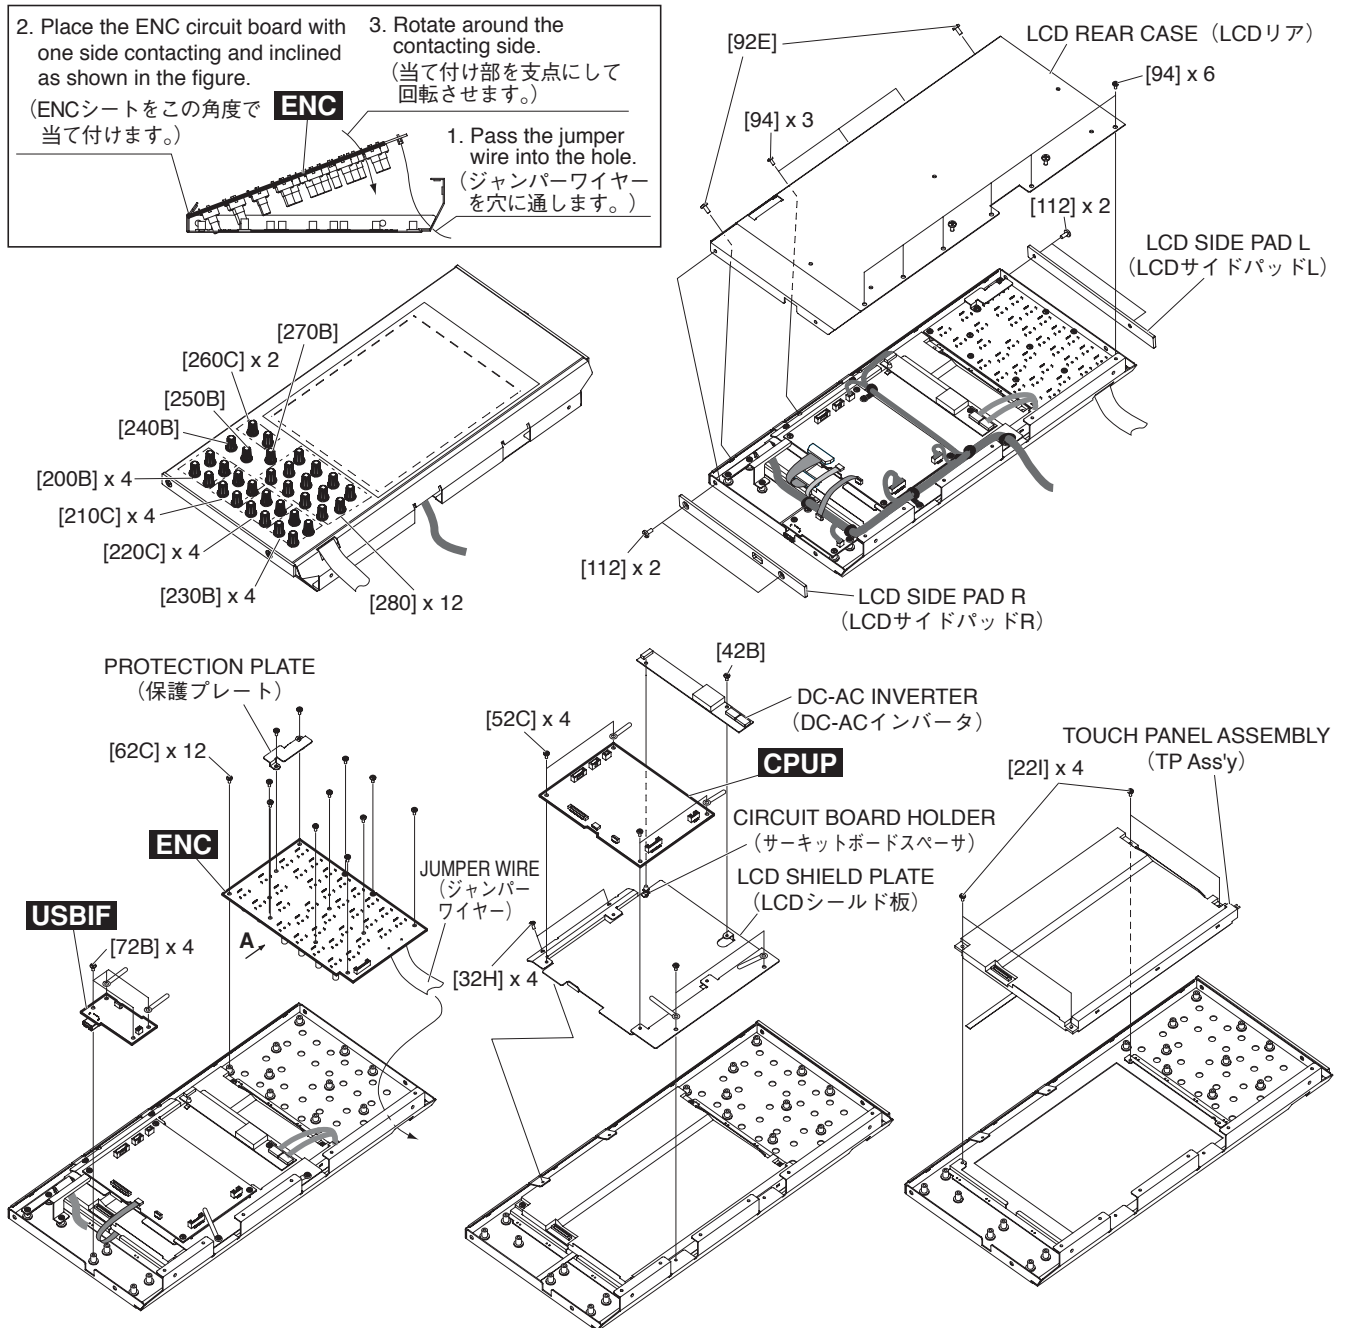

Fig. 15 (図 15)
- G-1-3 Remove the four (4) screws marked [112]. The LCD side pads L and R can then be removed. (Fig.15)
- G-1-4 Remove the two (2) screws marked [92E] and nine (9) screws marked [94]. The LCD rear case can then be removed. (Fig.15)
- G-1-3 [112] のネジ 4 本を外して、LCD サイドパッド L、R を外します。(図 15)
- G-1-4 [92E] のネジ 2 本と [94] のネジ 9 本を外して、LCD リアを外します。(図 15)
- G-2-4 Remove the four (4) screws marked [52C]. The CPUP circuit board can then be removed. (Fig.15)
- G-2-4 [52C] のネジ 4 本を外して、CPUP シートを外します。(図 15)
- G-3-4 Remove the screw marked [42B]. The DC-AC inverter can then be removed from the circuit board holder. (Fig.15)
- G-3-4 [42B] のネジ 1 本を外して、サーキットボードスペーサから DC-AC インバータを外します。(図 15)
- G-4-4 Remove the four (4) screws marked [72B]. The USBIF circuit board can then be removed. (Fig.15)
- G-4-4 [72B] のネジ 4 本を外して、USBIF シートを外します。(図 15)
- G-5-3 Remove the thirty three (33) encoder knobs ([200B]: 4 pcs., [210C]: 4 pcs., [220C]: 4 pcs., [230B]: 4 pcs., [240B]: 1 pc., [250B]: 1 pc., [260C]: 2 pcs., [270B]: 1 pc., [280]: 12 pcs.) from the control panel side (Fig.15)
- G-5-5 Remove the twelve (12) screws marked [62C]. The protection plate and ENC circuit board can then be removed. (Fig.15)
- G-5-3 コントロールパネル面より、エンコーダーノブ 33 個 ([200B]: 4 個、[210C]: 4 個、[220C]: 4 個、[230B]: 4 個、[240B]: 1 個、[250B]: 1 個、[260C]: 2 個、[270B]: 1 個、[280]: 12 個) を外します。(図 15)
- G-5-5 [62C] のネジ 12 本を外して、保護プレートと ENC シートを外します。(図 15)
- G-6-4 Remove the four (4) screws marked [32H]. The LCD shield plate can then be removed. (Fig.15)
- G-6-5 Remove the four (4) screws marked [22I]. The touch panel assembly can then be removed. (Fig.15)
- G-6-4 [32H]のネジ4本を外して、LCDシールド板を外します。(図15)
- G-6-5 [22I]のネジ4本を外して、TP Ass'yを外します。(図15)